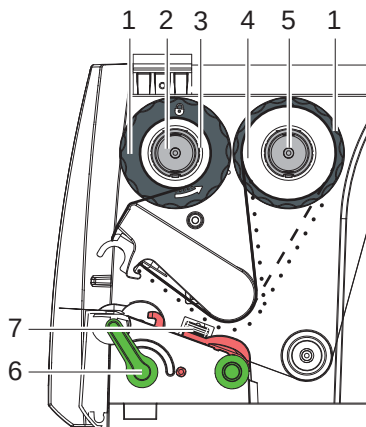

Fig. 12 Calea foliei de transfer
5. Ajustați poziția mecanismului de poziționare la margine de pe înfășurător la lățimea miezului de folie (3) și împingeți miezul de folie pe înfășurător (2).
6. Treceți folia de transfer prin mecanismul de imprimare, precum ilustrat pe Fig. 12.